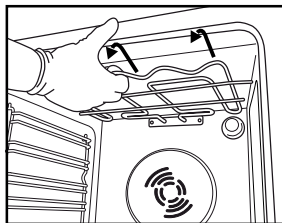

Fig. 4
2. Trek het verwarmingselement voorzichtig naar buiten (Fig. 4) en breng het omlaag (Fig. 5).